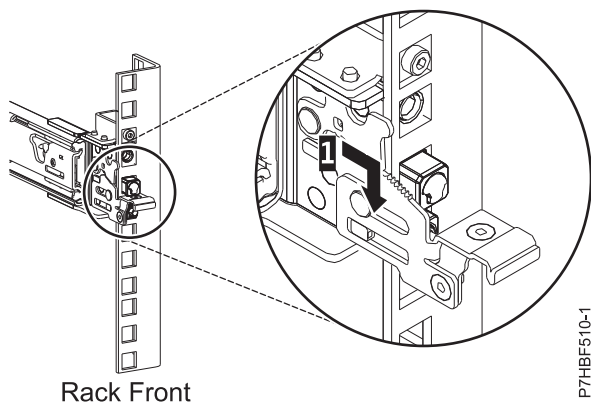

Figura 5. Pinos que são encaixados no trilho frontal do rack
6. Puxe o trilho deslizante para frente e insira os três pinos na frente do trilho nos orifícios que estão dentro da unidade EIA selecionada e marcada anteriormente. Abaixue o trilho deslizante (1) para encaixar o gancho no pino do meio. Para obter detalhes, consulte Figura 5 na página 6.